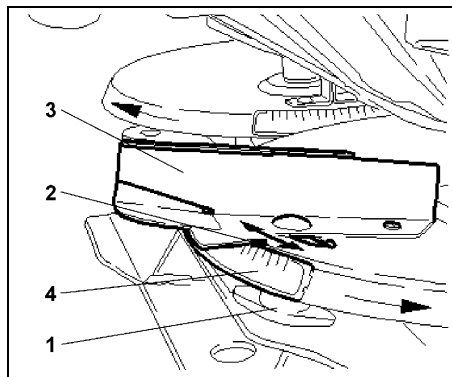

Fig. 39
- Lossa vingmuttern för den korta spridarvingen (Fig. 39/1) (utan verktyg).
- Avläsningskanten (Fig. 39/2) för den korta spridarvingen (Fig. 39/3) ställs in på skalvärde "8" på skalan (Fig. 39/4).
- Dra åt vingmuttern (Fig. 39/1).